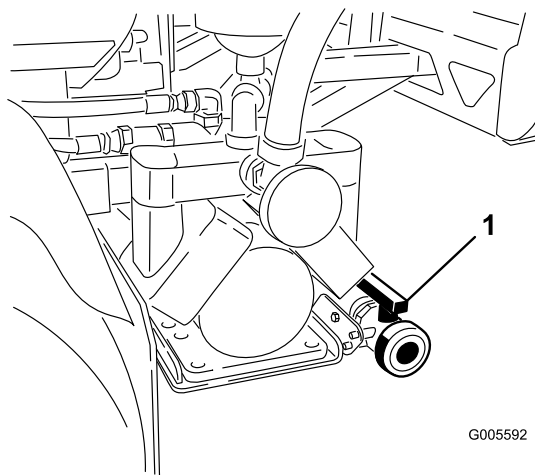

Figure 19
2. Trouvez l'emplacement du robinet de vidange de la cuve à l'arrière de la machine (Figure 19). Le robinet est fixé au support, à l'arrière de la pompe.